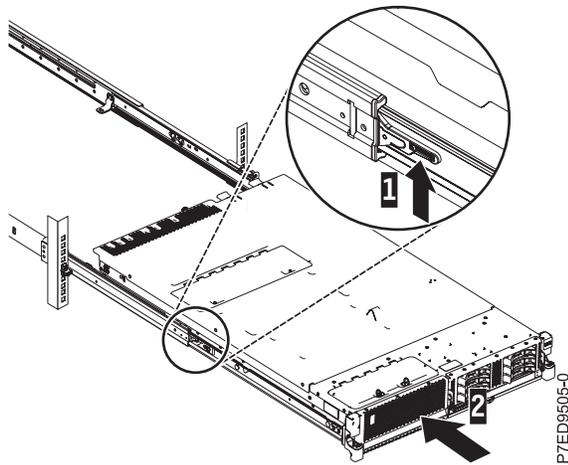

Abbildung 9. Entriegelungshebel und Server
3. Heben Sie den blauen Entriegelungshebel (1) an den Schienen an und schieben Sie den Server (2) ganz in das Rack hinein, bis er einrastet, wie in Abb. 9 auf Seite 9 dargestellt.